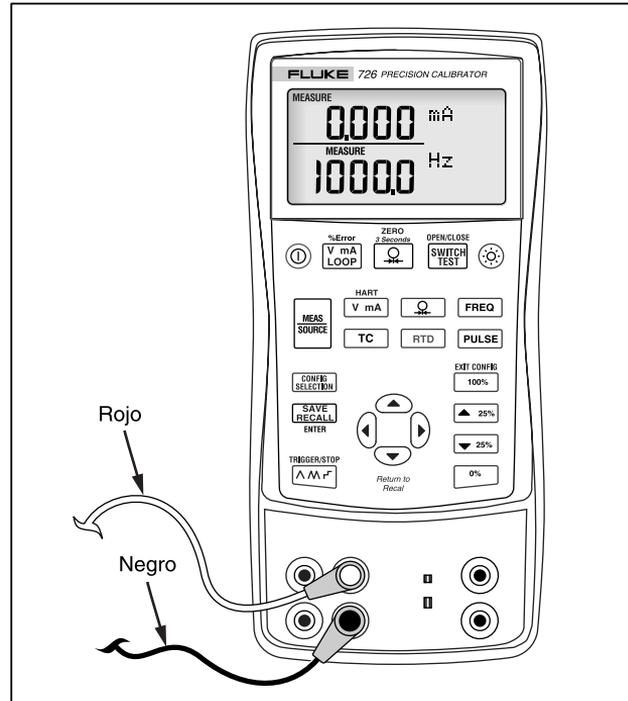

Figura 9. Medición de parámetros eléctricos
1. Conecte el calibrador tal como se muestra en la figura 9.